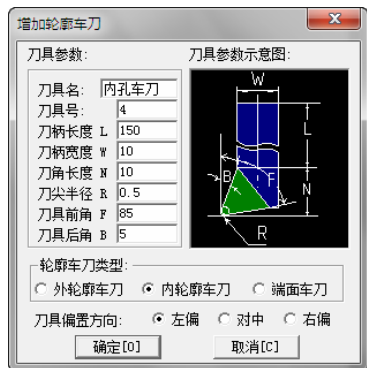

图 4-59 “增加轮廓车刀”对话框
2) 设置增加内孔车刀。单击“轮廓车刀”选项卡，然后再单击“增加刀具”按钮，弹出“增加轮廓车刀”对话框，刀具名：内孔车刀；刀具号：4；刀柄长度：150；刀柄宽度 10；刀角长度：10；刀尖半径：0.5；刀具前角：85；刀具后角：5；轮廓车刀类型：内轮廓车刀；刀具偏置方向：左偏，如图 4-59 所示。单击“确定”按钮，完成增加轮廓车刀参数设置。